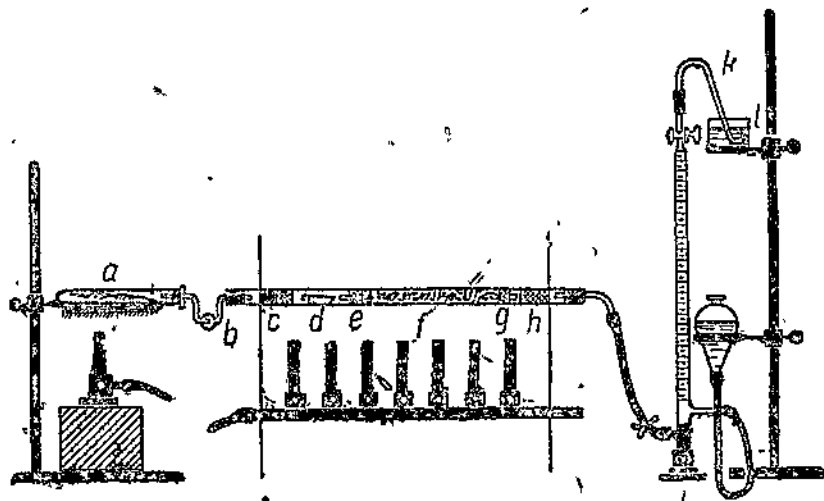

Рис. 71. Определение азота по Дюма.
2. Трубка для сжигания (рис. 71) снаряжается точно так же, как и при определении С и Н в азотсодержащих веществах, т. е. слой окиси меди сокращается на 10 см, а короткая колбаска г вдвигается на глубину не 5, а 15 см. Снаряженная трубка прокаливается в токе воздуха, как это уже было описано выше (восстановленная колбаска вставляется только перед самым сжиганием), а после прокаливания тушатся горелки.